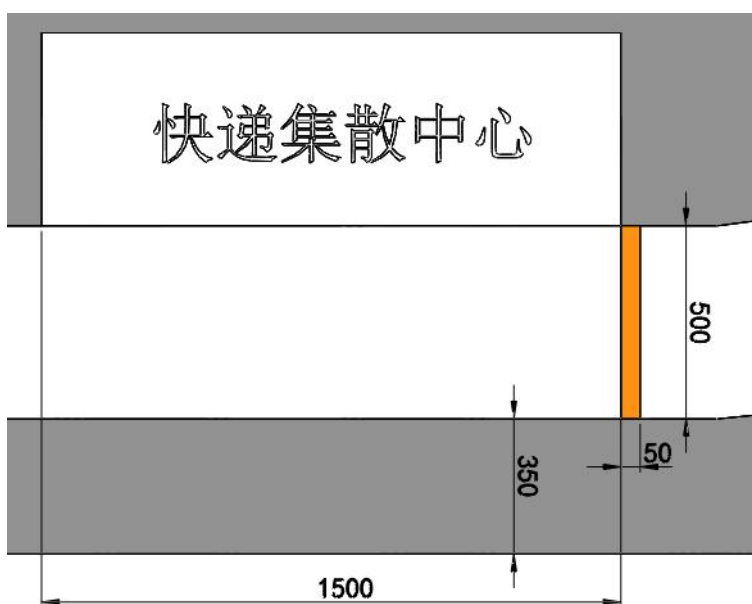

图 13 终点示意图（单位：mm）
5. 终点示意图：如图 13 所示，快递集散中心一侧的赛道上设有橙色色带，尺寸为 500mm×50mm。